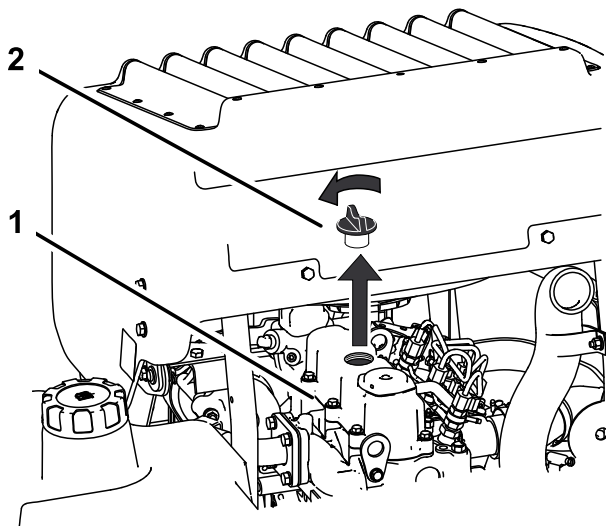

Figure 41
6. Retirez le bouchon de remplissage d'huile en haut du moteur (Figure 41). Cela facilitera la vidange de l'huile.
2. Retirez le bouchon de remplissage et la jauge (Figure 41).